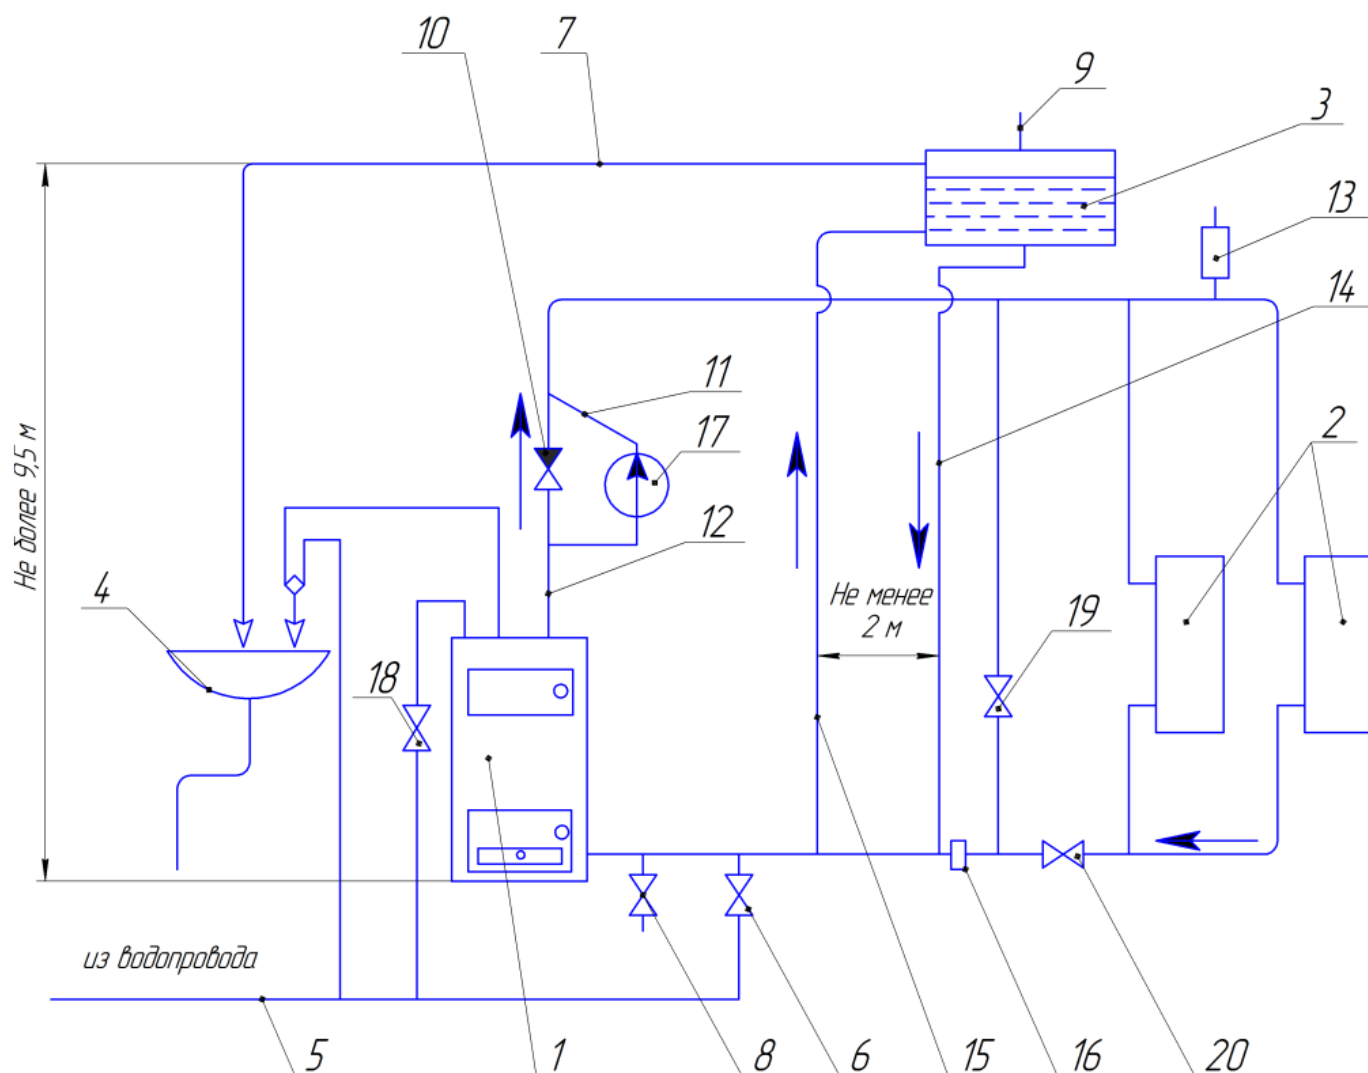

Рисунок 6.5 - Схема присоединения котла с водоподогревателем к отопительной системе с искусственной циркуляцией.
6.8 При необходимости для создания циркуляции горячей воды в системах отопления можно использовать циркуляционный насос, например насос НЦ 6,3 / 7,1 (рисунок 6.3 и рисунок 6.5).
9.2 При длительном водозаборе горячей воды целесообразно увеличить форсировку котла и довести температуру воды в котле до 85-90 °С, для этого необходимо пробковый кран 12 рисунок 6.4 (19 рисунок 6.5) открыть, кран 13 рисунок 6.4 (20 рисунок 6.5) закрыть. При этом перекрывается система отопления. После окончания водозабора горячей воды и для восстановления циркуляции воды в системе отопления пробковый кран 13 рисунок 6.4 (20 рисунок 6.5) открыть, а кран 12 рисунок 6.4 (19 рисунок 6.5) закрыть. Для обеспечения длительного водозабора с постоянными параметрами воды, котел должен работать в стационарном режиме (с постоянным расходом газа или постоянной форсировкой топki при сжигании твердого топлива).
9.3 При использовании горячей воды в зимнее время кран 12 рисунок 6.4 (19 рисунок 6.5) не открывать на длительное время во избежание замерзания воды в системе отопления.